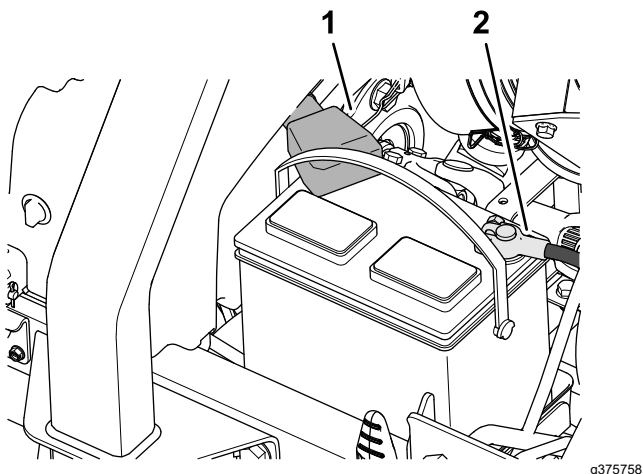

Figura 94
3. Desligue o cabo negativo da bateria (Figura 94).